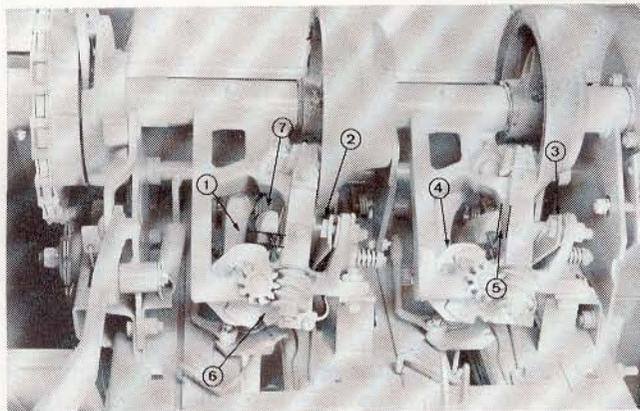

Fig. 34. — Réglages du frein d'aiguilles, du doigt reteneur, du couteau, du bec de noueur et du disque reteneur.
L'encoche du disque reteneur doit être placée correctement pour recevoir la ficelle venant des aiguilles. Lorsque les aiguilles ont pénétré dans le noueur, comme l'illustre la figure 34, l'arête gauche de l'encoche du disque reteneur doit affleurer à 1,6 mm près l'arête gauche du nettoyeur de disque reteneur.
- 1 - Desserrer l'écrou à l'extrémité de l'axe conique et frapper sur l'extrémité de l'axe pour décoller la vis sans fin (voir fig. 34).
- 2 - Faire tourner la vis sans fin jusqu'à ce que l'arête gauche de l'encoche du disque reteneur affleure à 1,6 mm près l'arête gauche du nettoyeur de disque reteneur. (Voir figure 34).
Une tension suffisante doit être appliquée sur le ressort plat (voir fig. 34), pour exercer une pression sur le doigt reteneur. Ce dernier doit maintenir la ficelle en lui permettant de glisser légèrement pendant l'opération de nouage.
La formation de nœuds corrects exige une tension définie de cet ensemble obtenue en réglant la tension de came du bec de noueur (voir fig. 34). **UNE TENSION EXCESSIVE PROVOQUERA UN DÉFAUT DE NOUAGE.**
Les couteaux (voir fig. 34), doivent couper la ficelle avant que les bras éjecteurs dégagent le nœud des becs de noueurs.